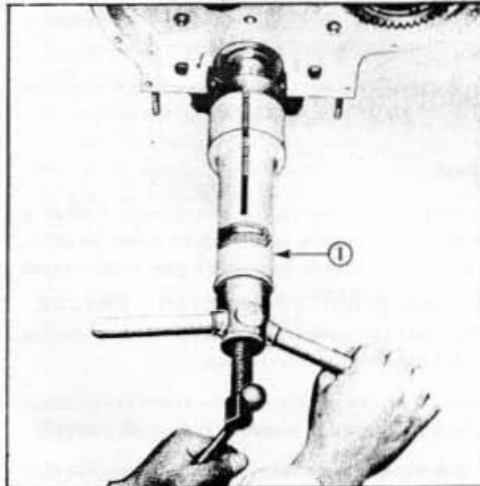

Fig. 17 = Repose du Pignon de vilebrequin
3. Visser le boulon central de l'outil de repose de pignon de vilebrequin (Outil N° T.6103) dans l'adaptateur et fixer l'outil semi-circulaire de positionnement de clavette (T.6103-1/b). Le bossage se trouvant sur la surface de cet outil de positionnement doit être complètement engagé dans la boutonnière du corps de l'outil de positionnement doit être engagé sur la clavette du vilebrequin (FIG. 17).